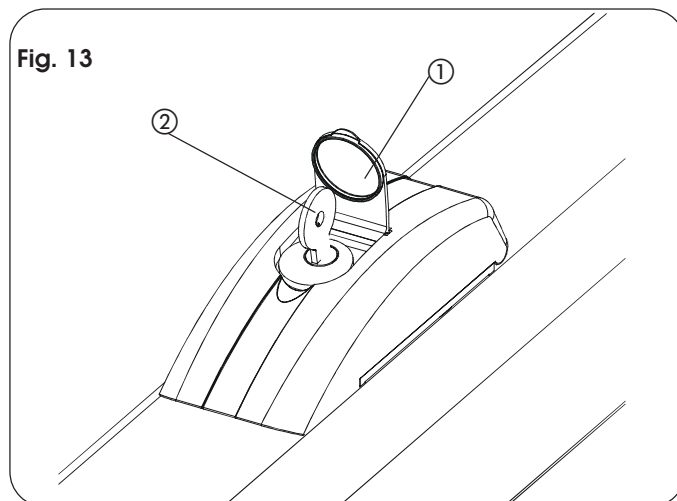

Fig. 13
- soulever le bouchon de protection (Fig. 13, réf. ①) et introduire la clé fournie (Fig. 13, réf. ②).